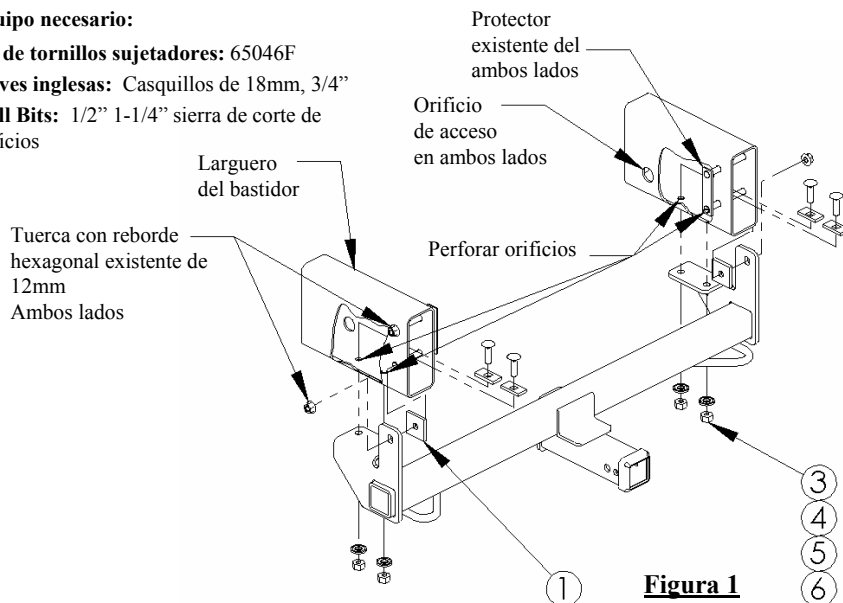
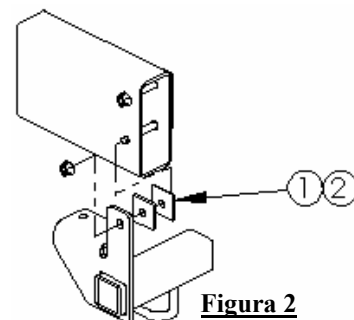

Figura 1
Figura 2
①	Cant. (2)	Espaciador, 2" x 2" x 1/4"	⑤	Cant.. (4)	Arandela cónica, 1/2"
②	Cant. (2)	Espaciador, 1.88" x 1.88" x .179"	⑥	Cant.. (4)	Tuerca hexagonal, 1/2"
③	Cant. (4)	Perno de carruaje, 1/2" X 1-1/2"	⑦	Cant.. (2)	Cable de halar
④	Cant. (4)	Espaciador, 1" x 2" x 1/4"
1. Apoye el parachoques frontal durante esta operación. Afloje cuatro tuercas hexagonales de 12mm, dos en cada lado, sosteniendo los soportes del perno en el bastidor como se muestra en la **Figura 1**. Retire las tuercas inferiores completamente y afloje los soportes de los pernos sin quitarlos completamente.
2. Coloque espaciadores (1) en los pernos inferiores sobre los soportes de los pernos en cada lado del bastidor y levante el enganche a su posición como se muestra en la **Figura 1**. En el caso donde el vehículo no tenga ganchos para remolque, use los espaciadores opcionales (2) como se muestra en la **Figura 2**.